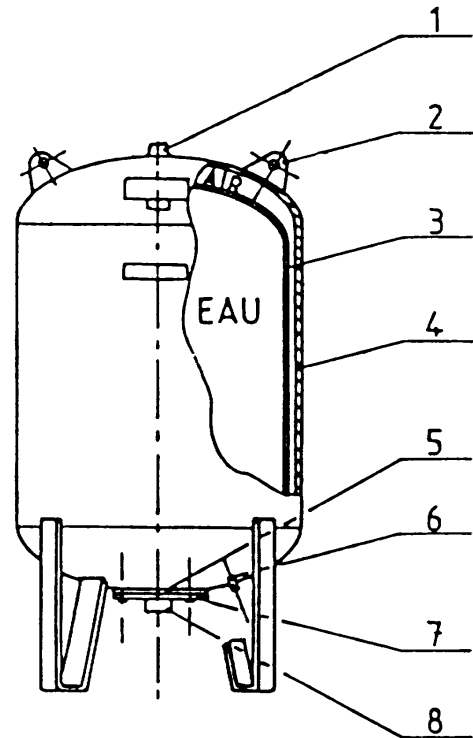

fig.6
Il convient d'ajuster la pression de prégonflage du réservoir à 0,2 bar en dessous de la pression d'enclenchement du contacteur manométrique. Ce réglage se fait par la valve de précompression rep: 6 (voir fig. 6).
- Faire échapper complètement l'air par la valve rep: 6 fig: 6.